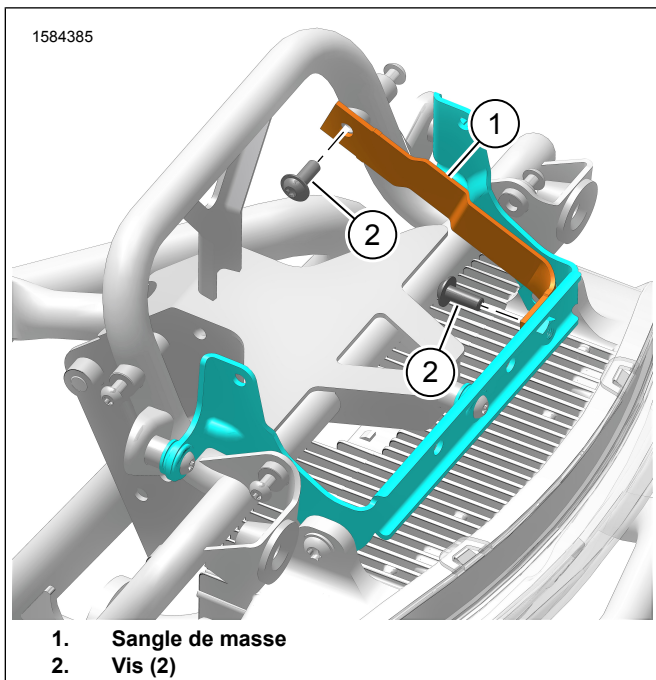

Figure 4. Sangle de masse
2. Voir la Figure 4. Installer la sangle de masse (1).
3. Installez les vis (2). Serrer.